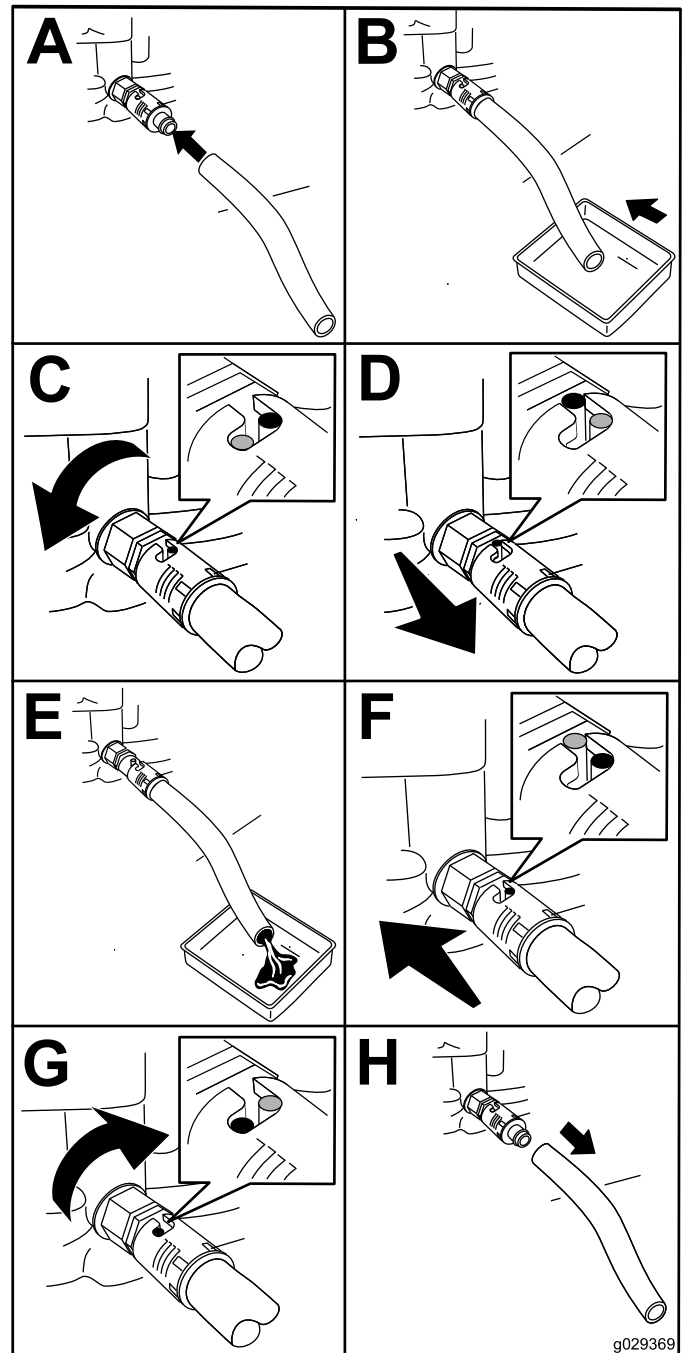

Figura 30
1. Instale la manguera de vaciado en la válvula de vaciado (Figura 30).
2. Coloque el otro extremo de la manguera (Figura 30) en un recipiente con 1 litro de capacidad.
3. Gire la válvula de drenaje de aceite 1/4 en sentido antihorario y deje que el aceite del motor se drene por completo (Figura 30).
4. Gire la válvula de drenaje de aceite 1/4 en sentido horario para cerrar la válvula (Figura 30).
5. Retire la manguera de drenaje (Figura 30) y limpie el aceite que se haya derramado.